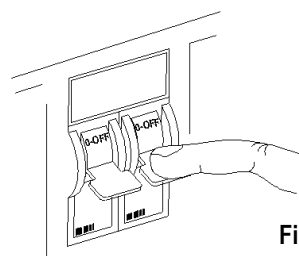

Fig.6.7.2
- In tal caso, prima di qualsiasi intervento di manutenzione, è indispensabile togliere completamente l'alimentazione elettrica all'apparecchiatura agendo sull'interruttore onnipolare presente a monte di essa. (**Fig.6.7.2**)